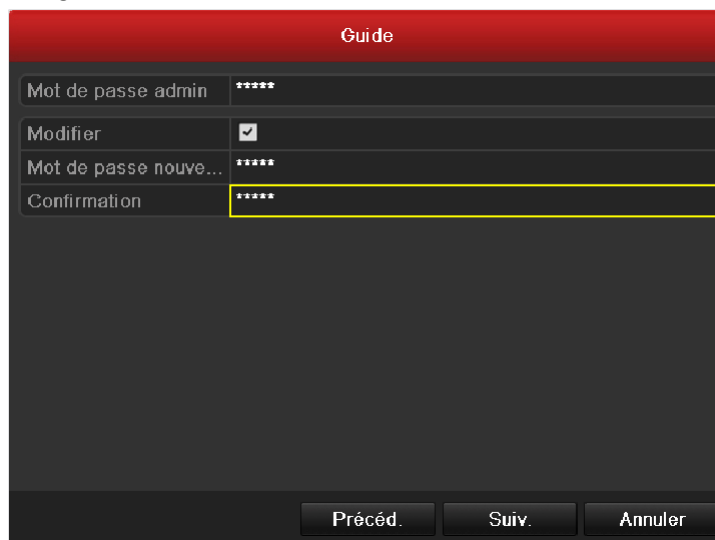

Figure 2.4 Fenêtre de connexion
- Une fois le paramétrage horaire terminé, cliquez sur le bouton **Suivant** pour revenir dans la fenêtre de l'assistant de configuration du réseau, comme illustré dans la figure 2.4.